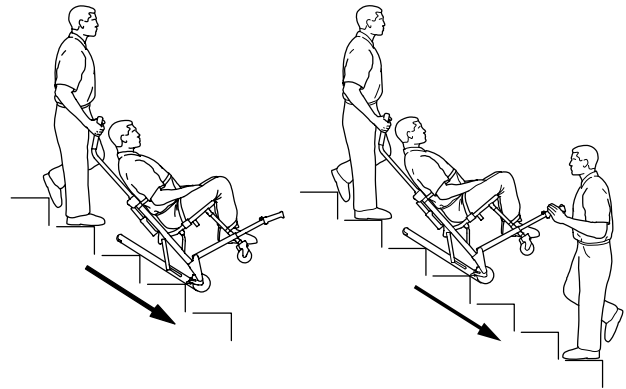

Figur 9 – Vip stolen
6. Operatøren i hovedenden: Vip stolen lige akkurat langt nok tilbage, så **Stair-TREAD**-systemet har kontakt med gulvet (Figur 9).